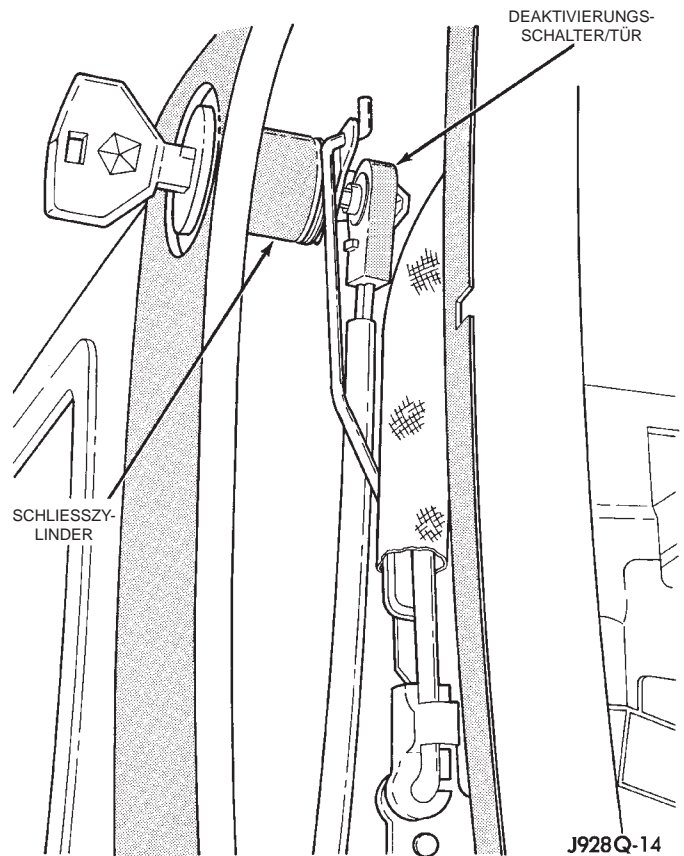

Abb. 5 Schalter/Türschließzylinder aus- und einbauen - Typisch
(11) Betätigungsstange des Türschließzylinders vom Türschloß abbauen. Hierzu den Kunststoffhalter lösen.
(12) Schließzylinder so weit aus dem Türaußenblech ziehen, daß der Schalter/Türschließzylinder von der Rückseite des Schließzylinders abgehelt werden kann (Abb. 5).
(13) Von der Türinnenseite her den Steckverbinder vom Schalter/Türschließzylinder abziehen und den Schalter von der Tür abnehmen.